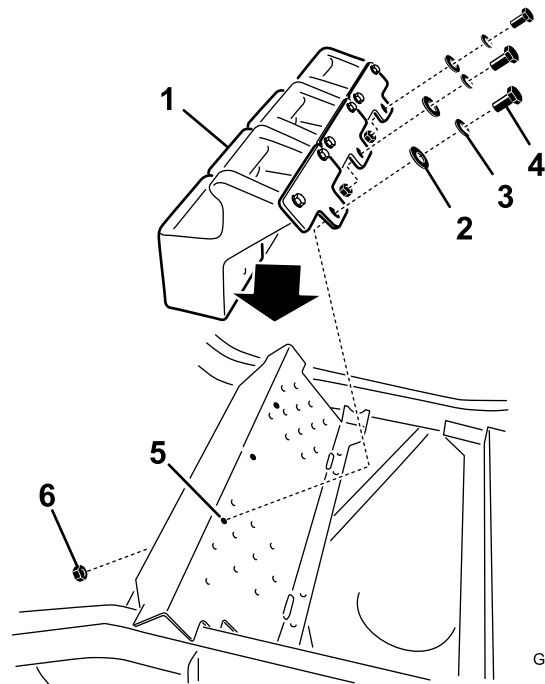

Figura 34
5. Instale los pesos delanteros encima del reposapiés (Figura 34).
6. Sujete los pesos delanteros encima del reposapiés y al soporte de montaje de los pesos con 6 pernos ($\frac{3}{8}$ " x 1"), 6 arandelas de freno ($\frac{3}{8}$ "), 3 tuercas con arandela prensada ($\frac{3}{8}$ ") y 6 arandelas planas ($\frac{3}{8}$ "), según se muestra en Figura 34.